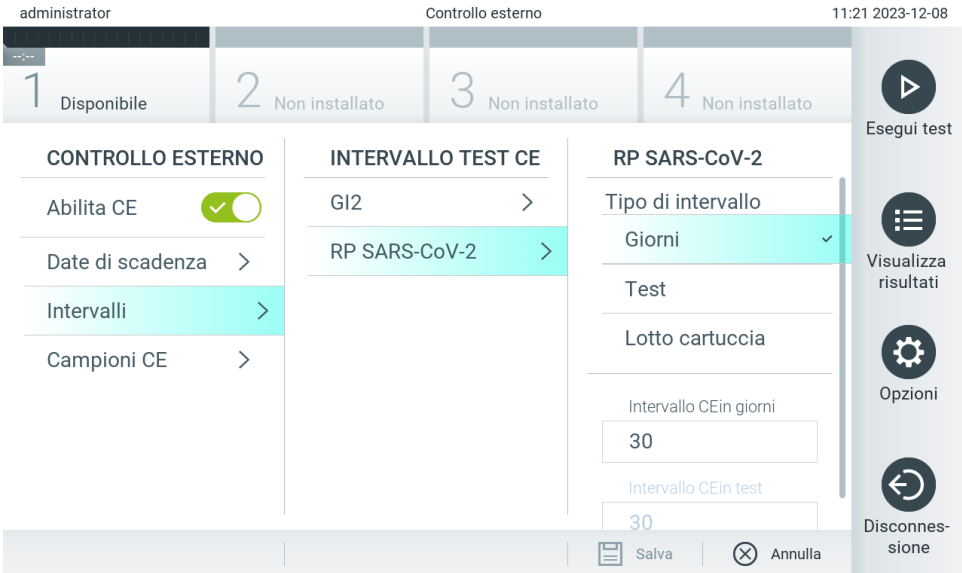

Figura 78. Schermata External Control Intervals (Intervalli controllo esterno).
5. Selezionare **EC Samples** (Campioni CE) per aggiungere o modificare campioni usati in un test External Control (Controllo esterno). Per aggiungere un nuovo campione CE, premere **Add new Sample** (Aggiungi nuovo campione) e proseguire con la configurazione nella colonna di destra (Figura 78). Per modificare un campione CE, selezionarne uno esistente dalla colonna centrale e continuare con la configurazione nella colonna di destra.